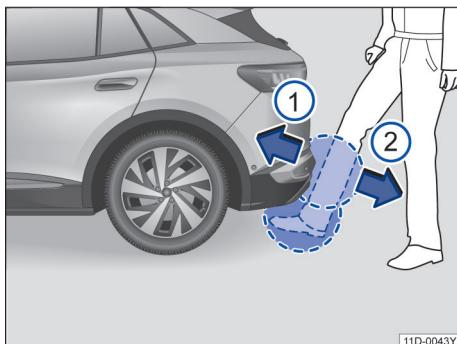

图 53 感应式打开行李厢盖 (Easy Open)
- 脚和小腿快速移动到靠近保险杠处。小腿必须位于上部传感区内，脚必须位于下部传感区内 → 图 53。